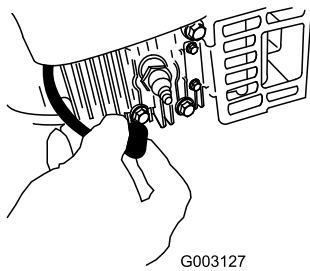

Bild 31
2. Ziehen Sie das Zündkabel von der Zündkerze (Bild 31) ab, bevor Sie Wartungsarbeiten ausführen.